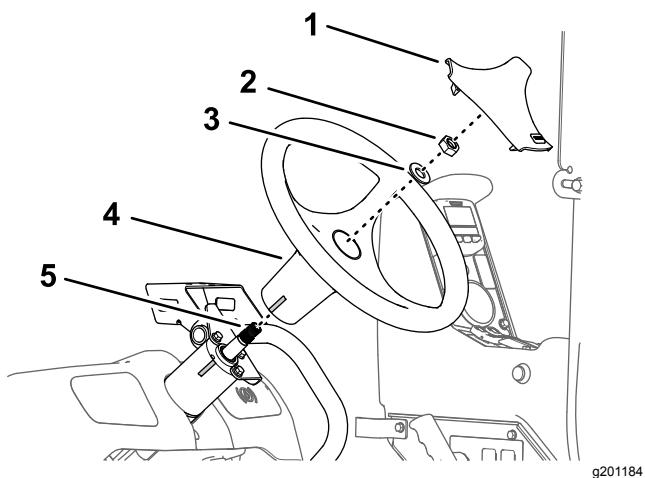

Bild 162
- Fluchten Sie die Bandmarkierung am Lenkrad mit der Bandmarkierung am Gehäuse des Lenkventils aus (Bild 162).
- Befestigen Sie das Lenkrad mit der Scheibe ( $\frac{5}{8}$ ") und Mutter ( $\frac{5}{8}$ "), die Sie in Schritt 3 in Entfernen des Lenkrads (Seite 77) entfernt haben, auf dem Schaft des Lenkventils (Bild 162).